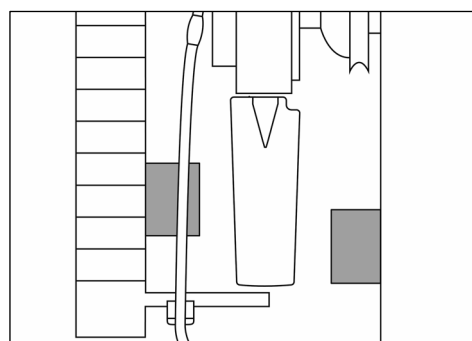

Fig. 34
- 30) Sørg for at bladene, når de er i tværposition, ikke kolliderer med genstande foran eller bag ventilatoren (minimumsafstand 5 mm (0,196") / se Fig. 34).